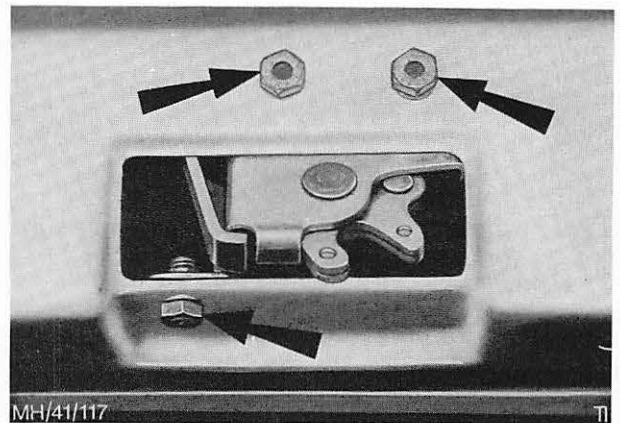

Abb. 62 Befestigung des Schlosses in der Rückwandtür (3 Schrauben durch Pfeil markiert)
3. Schloß von der Rückwandtür lösen und mit Betätigungsgestänge kompl. ausbauen (3 Schrauben). Abb. 62.